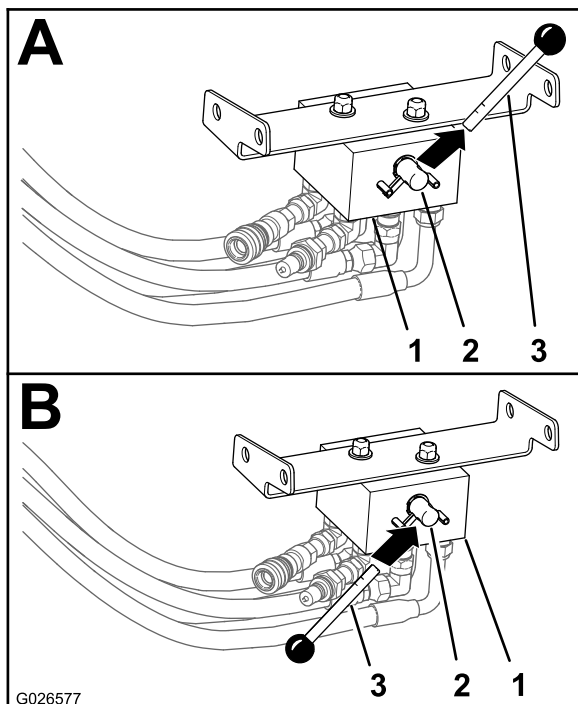

Figura 8
1. Rimuovete la stegola dalla posizione superiore sull'albero della bobina della valvola selettore (Figura 8).
3. Allineate la stegola con la posizione inferiore del foro nell'albero della bobina (Figura 8).
4. Avvitare manualmente la stegola sull'albero della bobina (Figura 8).